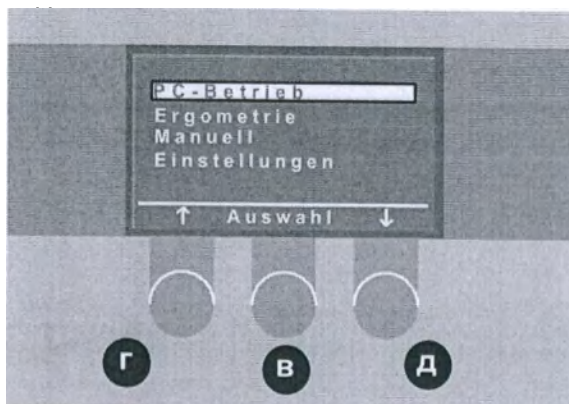

Рис. 4-4 Основное меню
- Нажмите кнопку **В** (рис. 4-3), чтобы вызвать на экран основное меню (рис. 4-4).